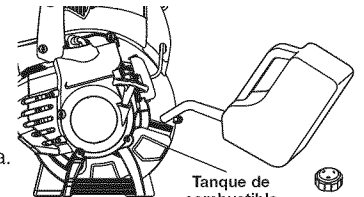

Fig. 7
1. Quite la tapa del tanque de combustible (Fig. 7).